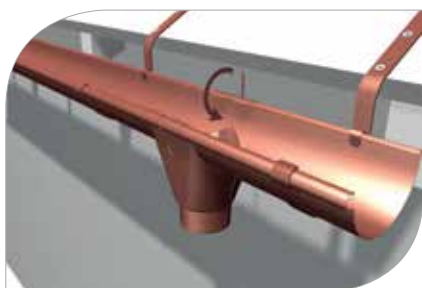

рис. 28
- 3.12 В месте вырезанного отверстия в желобе установить воронку и подрезать ее задние лепестки на требуемую длину **(рис. 28)**